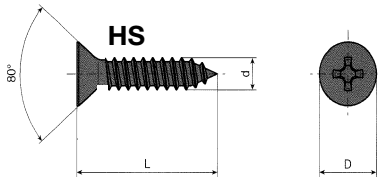

FIG. 1
### ① Description of Accessories (FIG. 1)
### ① Beschreibung des Zubehörs (FIG. 1)